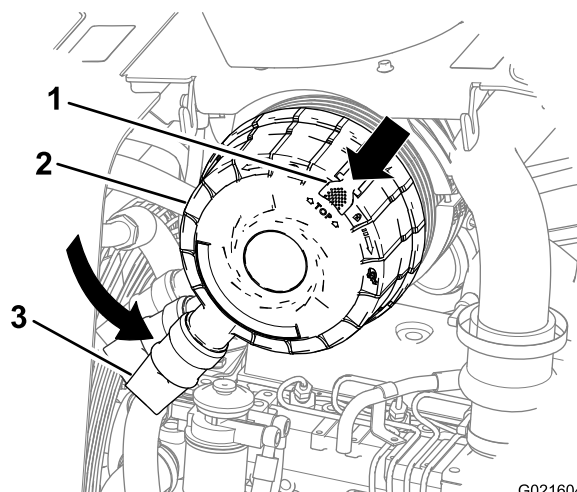

Figure 48
3. Faites pivoter le couvercle du filtre dans le sens antihoraire pour placer le capuchon antipoussière à la position 7 heures (Figure 48).